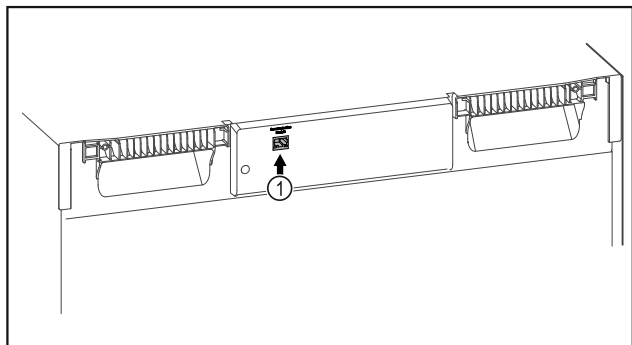

Fig. 83
- ☐ SmartModule Fig. 83 (1) inserito.